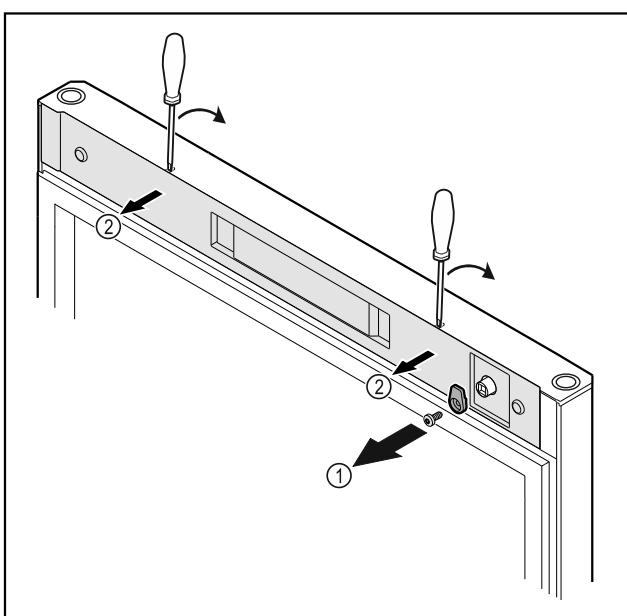

Fig. 20
► 拧下锁钩 Fig. 20 (1)。
► 使用小型螺丝刀松开并取下盖板 Fig. 20 (2)。